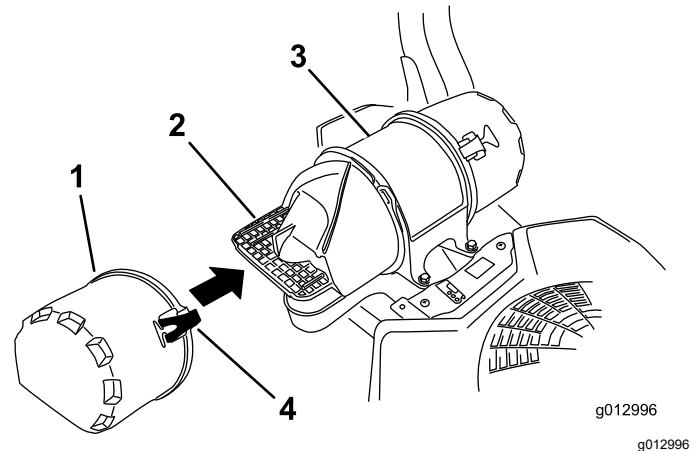

Figura 58
3. Abra los cierres del limpiador de aire y tire de la tapa de la entrada de aire para separarla del cuerpo del limpiador de aire (Figura 58).
5. Instale la tapa de la entrada de aire y sujétela con los enganches (Figura 58).